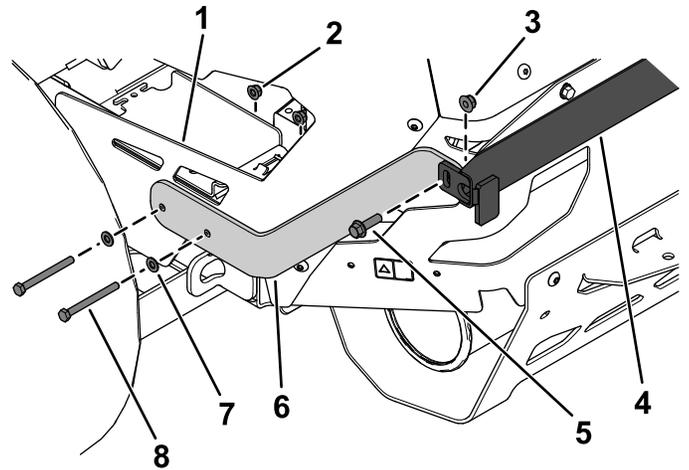

Bild 9
3. Befestigen Sie die linke, obere Halterung an der linken hinteren Schutzvorrichtung und der oberen Stütze locker mit zwei Sechskantschrauben (5/16" x 3¼"), zwei Unterlegscheiben, zwei Bundmuttern (5/16"), einer Bundkopfschraube (3/8" x 1¼") und einer Sicherungsmutter (3/8"), wie in **Bild 9** dargestellt.